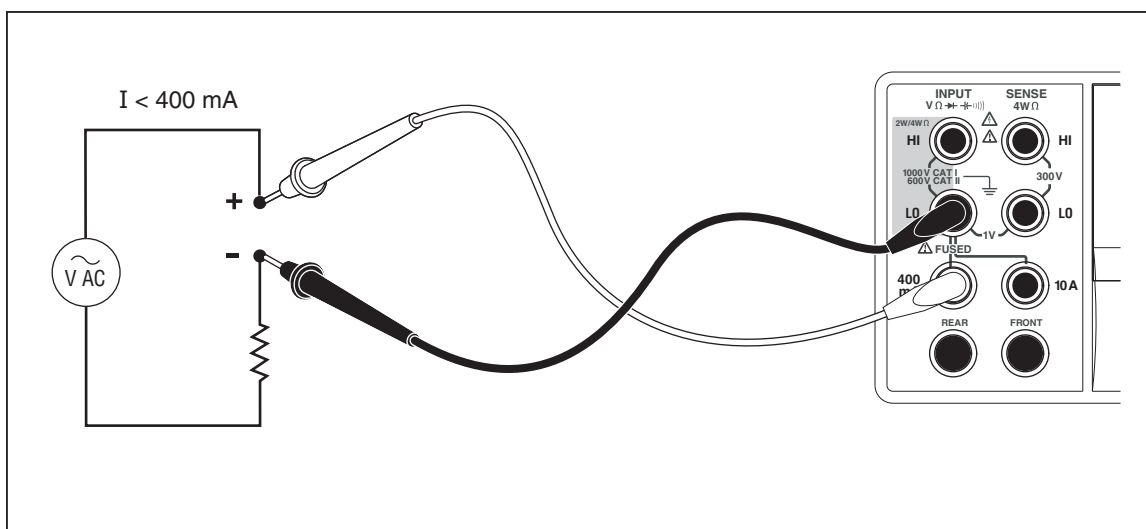
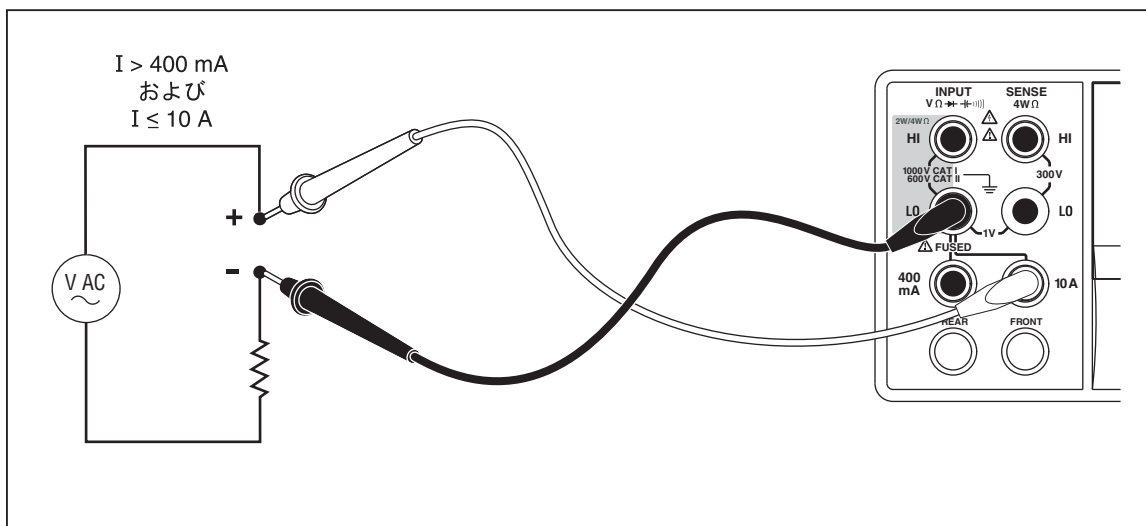

図 4-4. 400 mA未満の電流測定の入力結線
図 4-5. 400 mA以上の電流測定の入力結線
予測される電流の値が400 mAから10 Aの間の際は、のようにINPUT LO端子と10A入力端子を使用します。詳細は、図4-5を参照してください。
1. 本器の入力端子と回路を、測定する電流の大きさにより図 4-4あるいは図 4-5のようにテスト・リードで接続する。
1. 図 4-4・図 4-5のように、予想される電流レベルに基づいてテスト・リードを本器の入力端子と測定回路に接続してください。